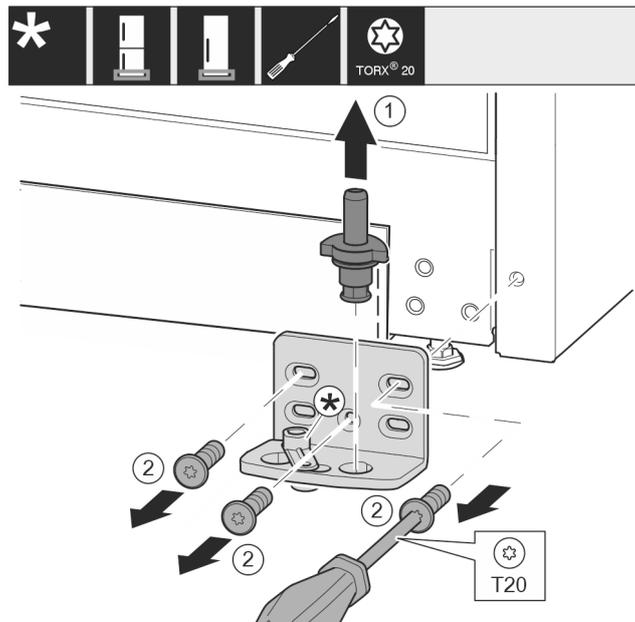

Fig. 16
- ▶ Retirer entièrement l'axe de palier Fig. 16 (1) par le haut.
- ▶ Desserrer les vis Fig. 16 (2) avec un tournevis et retirer le support de palier.